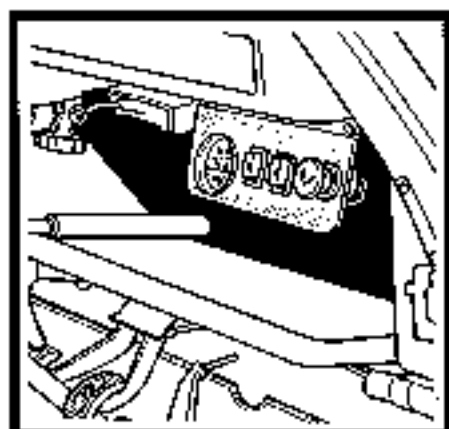

FIGURE 23
Il est nécessaire de monter une jauge électrique (Fig. 23).
- ♦ montage d'un allume-cigare (pour caméra ou rasoir) (Fig. 23).